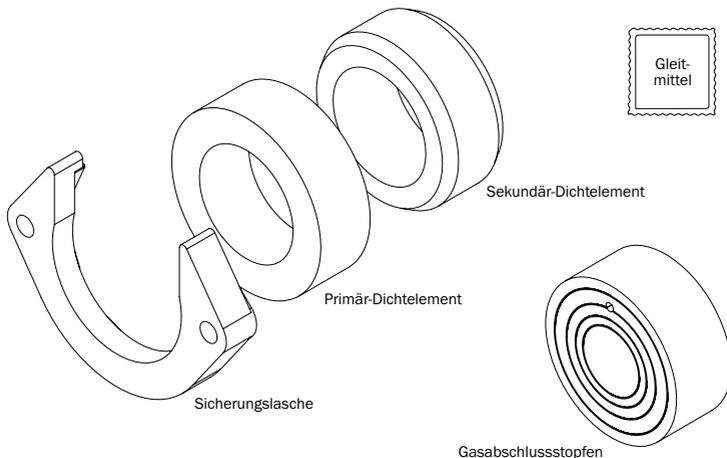

Abbildung 2.1: Montageset Verdreh- und Ausreißsicherung für Voigt Gashauseinführung DN 32
2. Produktbeschreibung (s. Abbildung 2.1)